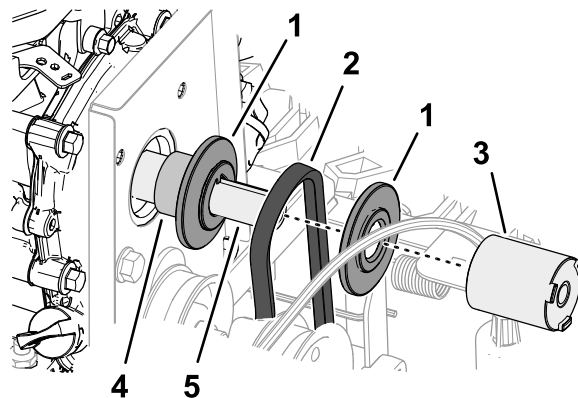

**Bild 49**
- Ziehen Sie den Treibriemen zwischen dem Reibrad und der Riemenscheibe des Fahrtriebs in der Maschine auf (**Bild 49**).